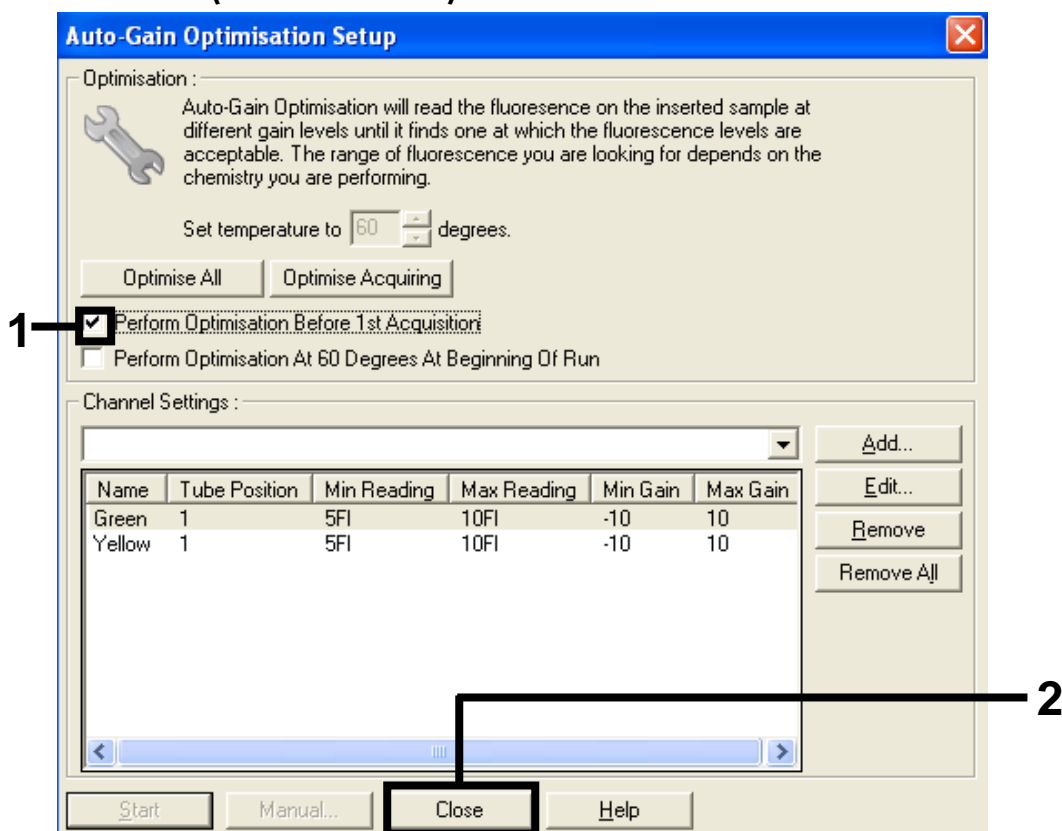

Ilustración 12. Selección de los canales verde y amarillo
15. Active la casilla “Perform Optimisation before 1st Acquisition” (Ejecutar la optimización antes de la primera adquisición) y, a continuación, haga clic en el botón “Close” (Cerrar) para volver al asistente (Ilustración 12).